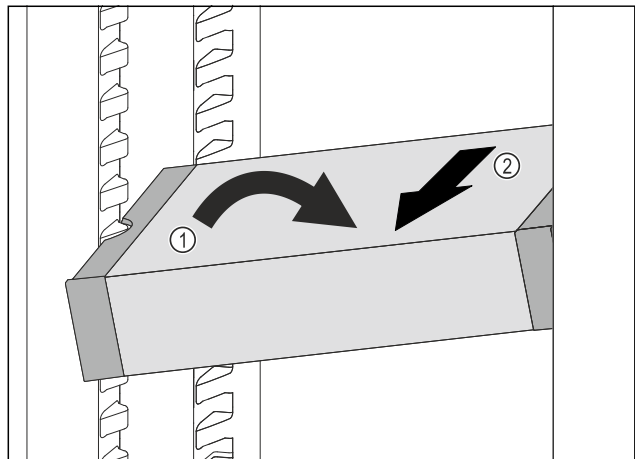

Fig. 97
- ▶ Наклонете VarioSafe в хладилната част. Fig. 97 (1)
- ▶ Извадете VarioSafe напред. Fig. 97 (2)